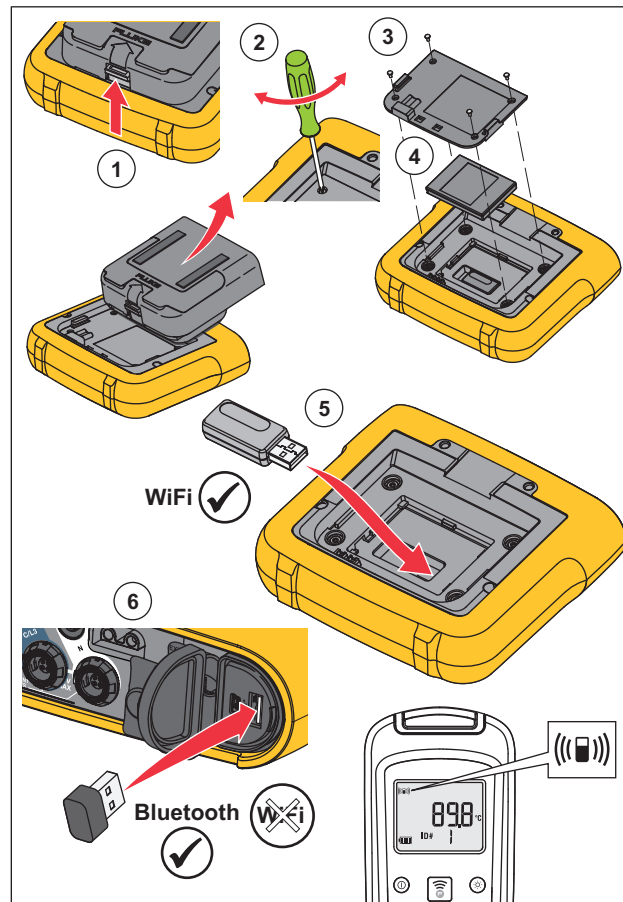

Рисунок 1. Установка переходника
1. Снимите блок питания. См. Рисунок 1.